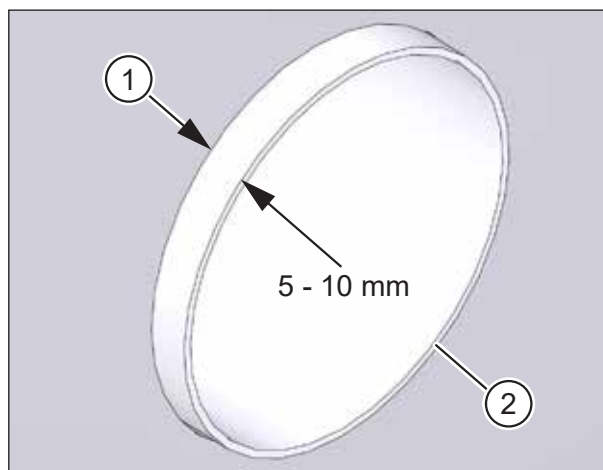

Fig. 15 : Examiner les tuyaux d'aération
- ▶ Vérifiez si les tuyaux d'aération dépassent de 5 à 10 mm (voir pos. 1 dans Fig. 15) de l'enduit extérieur.
- ▶ Vérifiez si les bouts coupés des tuyaux d'aération (voir pos. 2 dans Fig. 15) sont ébavurés.